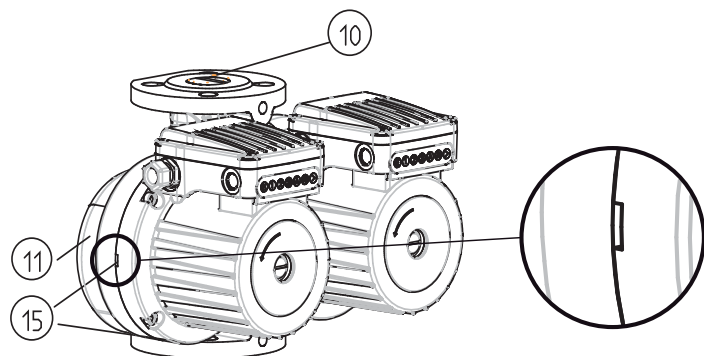
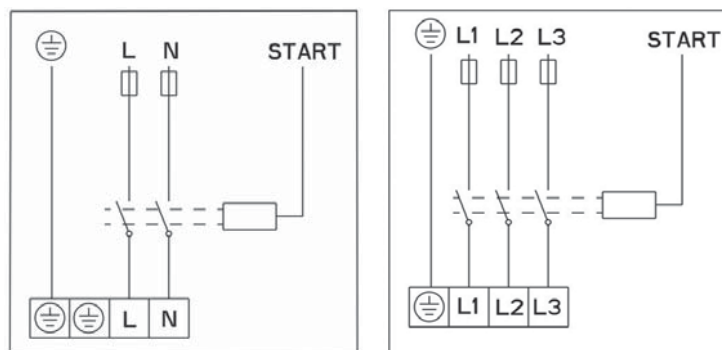

Abb.3
Abb. 4
- SCRFD-SCRFED – Pumpen verfügen über ein doppeltes Hydraulikgehäuse (Abb.3 – Pos.11), mit eingebauter Kippklappe (Abb.3 – Pos.10), die, abhängig vom Fluss des Mediums durch die eine oder andere Pumpe, selbsttätig kippt.
Die Anschließung der Pumpen muss nach dem Schaltplan (Abb. 4), der an der Unterseite des Motordeckels abgebildet ist, erfolgen. Zuerst muss der obere Deckel abgeschraubt werden (Abb.3 – Pos. 2).